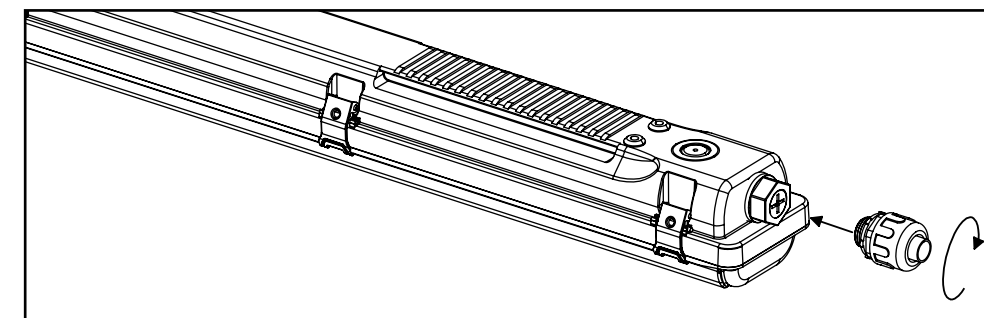

Figura 2.
2. Enrosque el accesorio de conexión de 1/2 in (proporcionado por terceros) en el conector universal situado en el extremo del luminario (Figura 2).